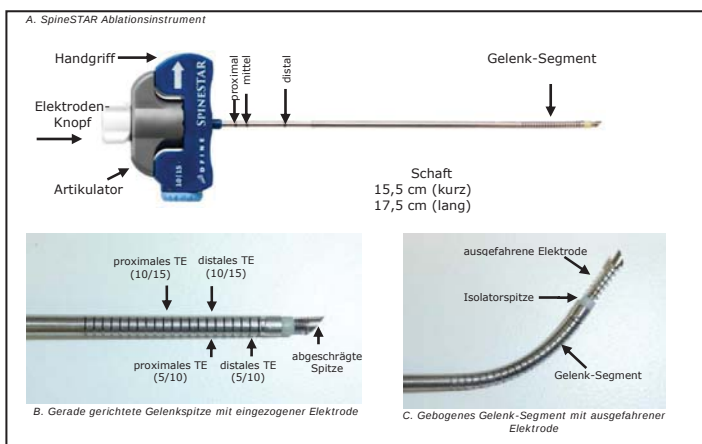

Abbildung 2
Abbildung 2: Das SpineSTAR (SS) Ablationsinstrument (A) hat einen Handgriff, der einen Artikulator (graue Farbe) aufweist, der das Gelenk-Segment in die Richtung der Markierung (weißer Pfeil) biegt, und einen weißen Elektroden-Knopf, mit dem die Elektrode vom distalen Ende des Gelenk-Segments (C) ausgefahren wird. Die maximale Distanz, um die sich die Elektrode über das Ende des Gelenk-Segments ausfahren lässt, beträgt 10 mm. Am Gelenk-Segment des Schafts (B) befinden sich zwei Thermoelemente (TE): Bei der TE-Konfiguration 10/15 befindet sich das distale TE 10 mm und das proximale TE 15 mm von der Isolatorspitze entfernt; bei der TE-Konfiguration 5/10 befindet sich das distale TE 5 mm und das proximale TE 10 mm von der Isolatorspitze entfernt. Die Position der abgeschragten Spitze und der TEs in Bezug auf das distale Ende der Arbeitskanüle wird durch drei schwarze Markierungen am Schaft dargestellt. Die Isolatorspitze (C) ist strahlendurchlässig und stellt die Mitte der Ablationszone dar.